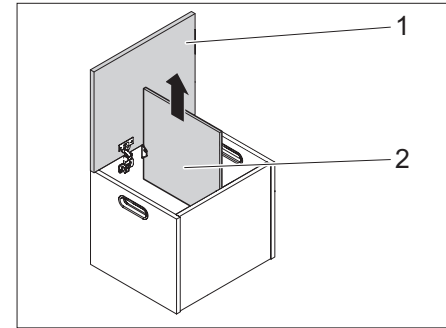

Bild 47 Deckel abnehmen
- Scharniere des Deckels (Bild 47,1) lösen und Deckel nach oben abnehmen.
- Zwischenwand (Bild 47,2) aus der Staubbox ziehen.